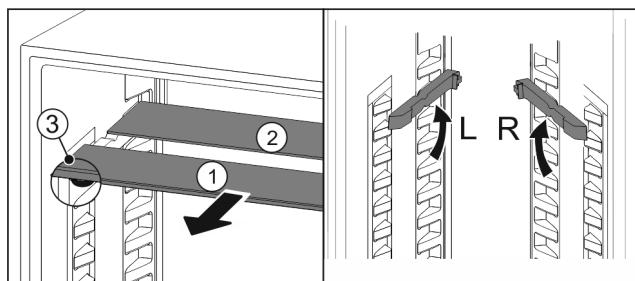

Fig. 35
- Steklene plošče posamično izvlecite Fig. 35 (1) naprej.
- Steklena plošča Fig. 35 (1) z okrasno letvijo je spredaj.
- ▷ Zaustavljalniki Fig. 35 (3) so obrnjeni navzdol.